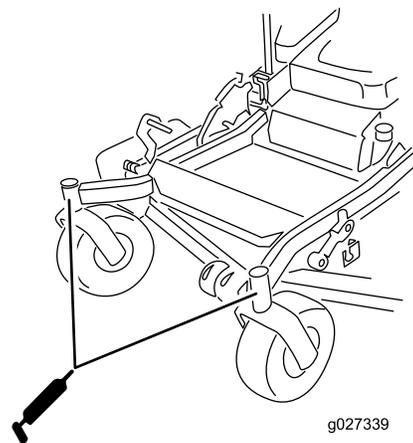

Рисунок 54
11. Установите шестигранную заглушку и пылезащитную крышку (Рисунок 54).
12. Смажьте подшипники поворотных колес консистентной смазкой (Рисунок 54).